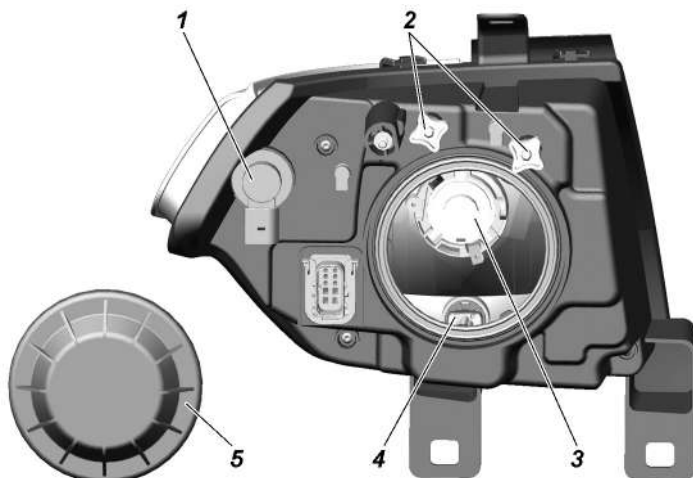

Рис. 9.35. Фара:
3. Включите ближний свет фар и, поочередно закрывая каждую фару, вращением регулировочных винтов 2 (рис. 9.35) добейтесь, чтобы светотеневая граница слева от точек E и E' совпала с линией 1, а справа – с линиями 2 и 2' для левой и правой фар соответственно. Точки перелома светотеневой границы должны совпадать с точками E и E'.
Замена ламп фар. Для замены лампы указателей поворота снимите колодку с патрона 1 (рис. 9.35), поверните патрон по часовой стрелке (для правой фары) или против часовой стрелки (для левой фары) и выньте патрон в сборе с лампой.